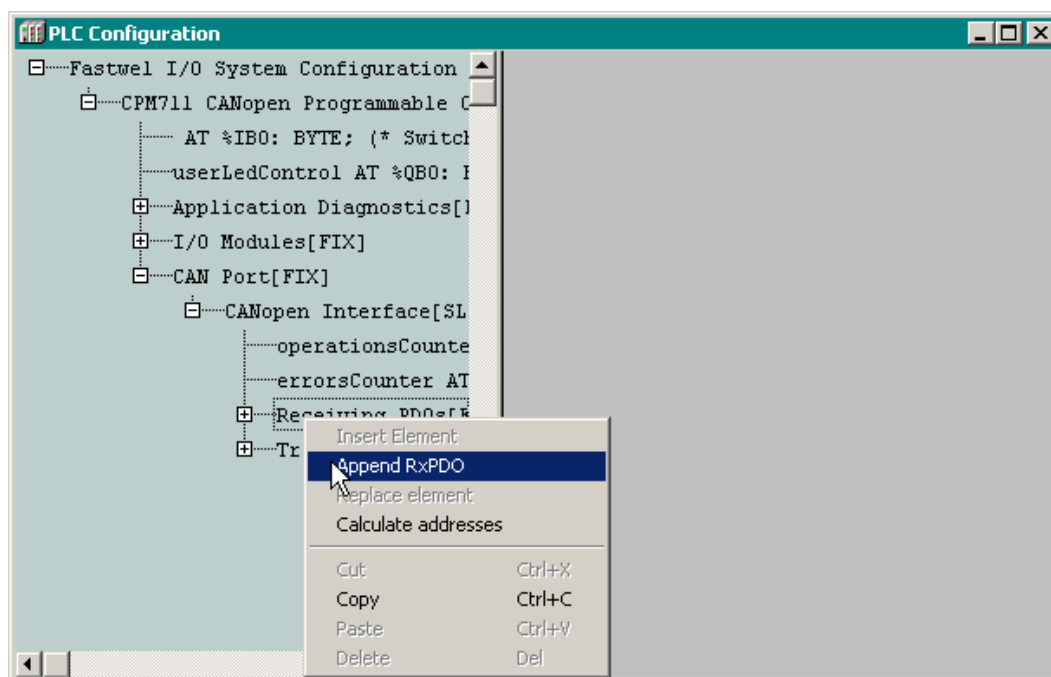

Рис. 29. Добавление описания входящего коммуникационного объекта
2. Щелкните правой кнопкой мыши над элементом *Receiving PDOs* и выберите команду **Append RxPDO**, как показано на рис. 29. Описание соответствующего коммуникационного объекта появится в дереве конфигурации.